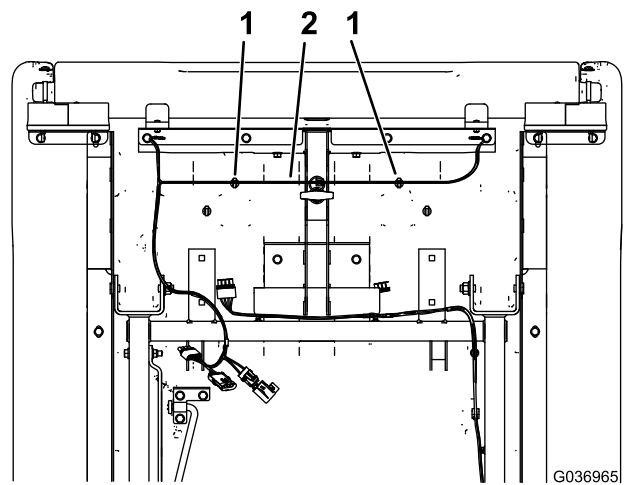

Figure 6
- Attachez le faisceau aux fixations à pression sous le plateau de chargement en utilisant les serre-câbles présents sur les fixations (Figure 6).